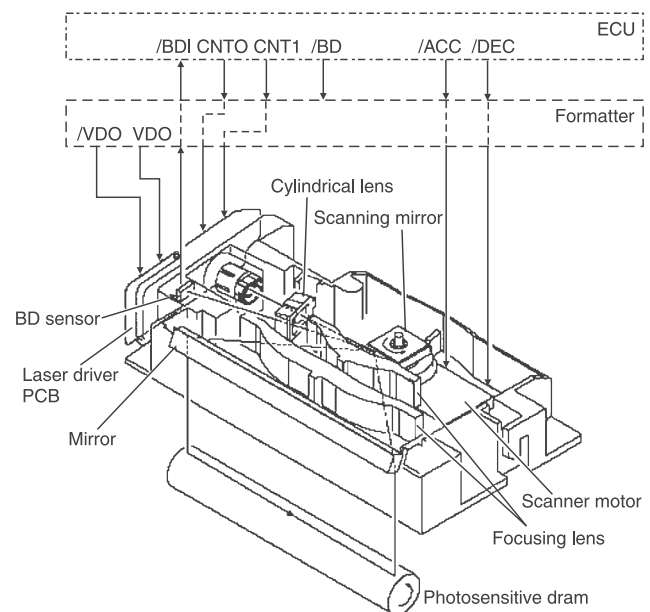

Рис. 27. Лазер-сканер (LSU)
ESU управляет модуляцией лазерного луча и движком развертки луча. Схема LSU представлена на рис. 27. Инжекционный лазерный диод (ILD) создает луч, который разворачивается по строке (последовательно сканирует строку) вращающимся зеркалом Scanning Mirror. Фокусирующие линзы Focusing Lens направляют луч на барабан, а датчик луча Beam Detect (BD) определяет наличие луча.